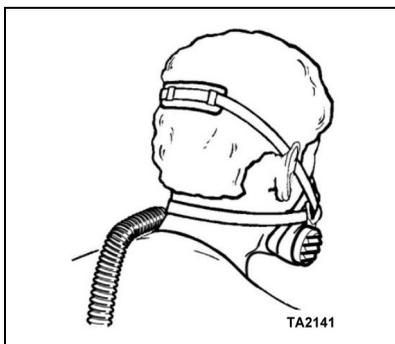

Fig. 2
6. Puxe a almofada da cabeça até à coroa da cabeça (Fig. 2) e ajuste o conjunto de tiras, encaminhando-o através das chapas de fixação para igualar o aperto das tiras.